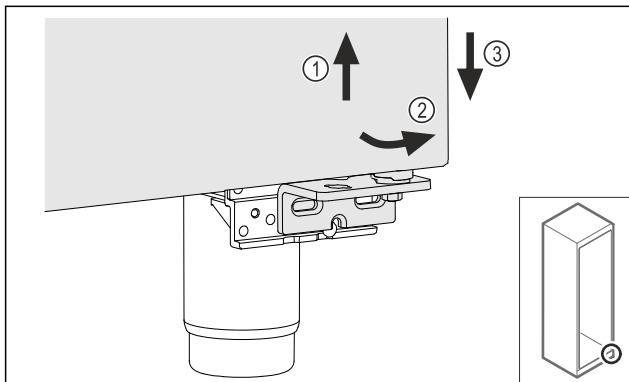

Fig. 21
- Ανασηκώστε ελαφρώς την πόρτα Fig. 21 (1), γείρετε την κάτω προς τα εμπρός Fig. 21 (2) και κατεβάστε τη Fig. 21 (3).